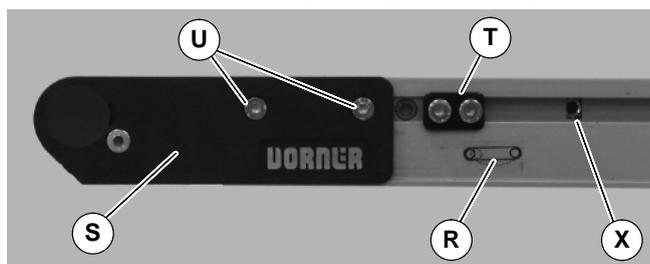
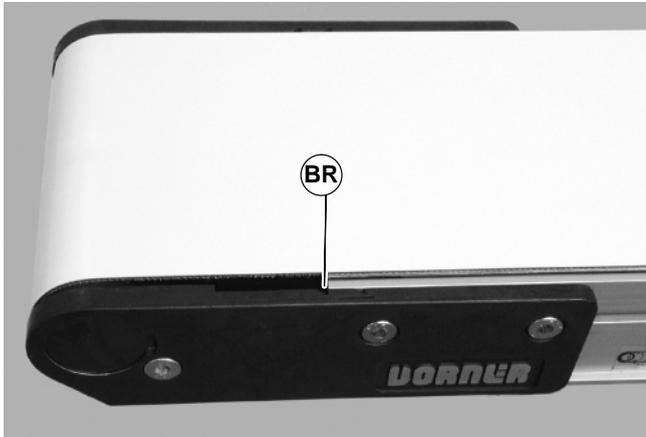

Abbildung 37
Abbildung 38
1. Am Spannende des Förderbandes, das mit einem  Etikett gekennzeichnet ist (R siehe Abbildung 37), vordere Deckplattengruppe anpassen (S): Zu beiden Seiten des Förderbandes die Befestigungsschrauben lösen (U) und das Ritzel drehen (X), um die vordere Deckplattengruppe anzupassen.
- Die vordere Deckplattengruppe so anpassen, dass das Ende des Förderbandrahmens mit der ersten Spanmarkierung ausgerichtet ist (BR siehe Abbildung 38). Die Befestigungsschrauben (U siehe Abbildung 37) zu beiden Seiten des Förderbandes mit 7 Nm festziehen.
- Falls mit Spurführungsnocken ausgestattet (T siehe Abbildung 37), gegen die vorderen Deckplatten neu positionieren und Spurführung anpassen. Siehe „Spannen des Gurtes“ auf Seite 16.